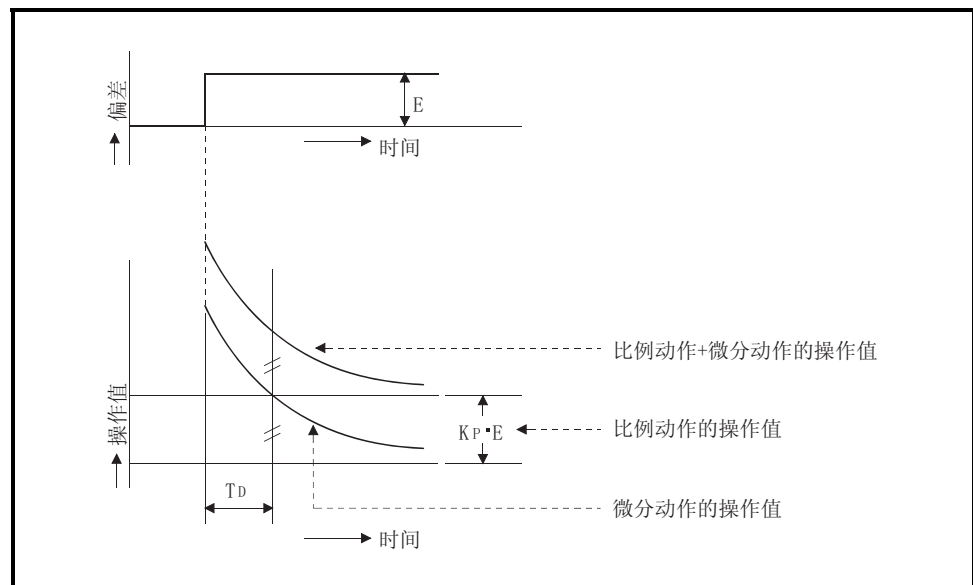

图 1.9 阶跃响应时的微分动作
- (2) 在微分动作中，从偏差发生起直到微分动作的操作值变为比例动作的操作值为止的时间称为微分时间，用 T_D 表示。
- (3) 图 1.9 所示为当偏差恒定时阶跃响应的微分动作。
- (4) 微分动作被用于与比例动作组合使用的 PD 动作，或与比例动作和积分动作组合使用的 PID 动作。